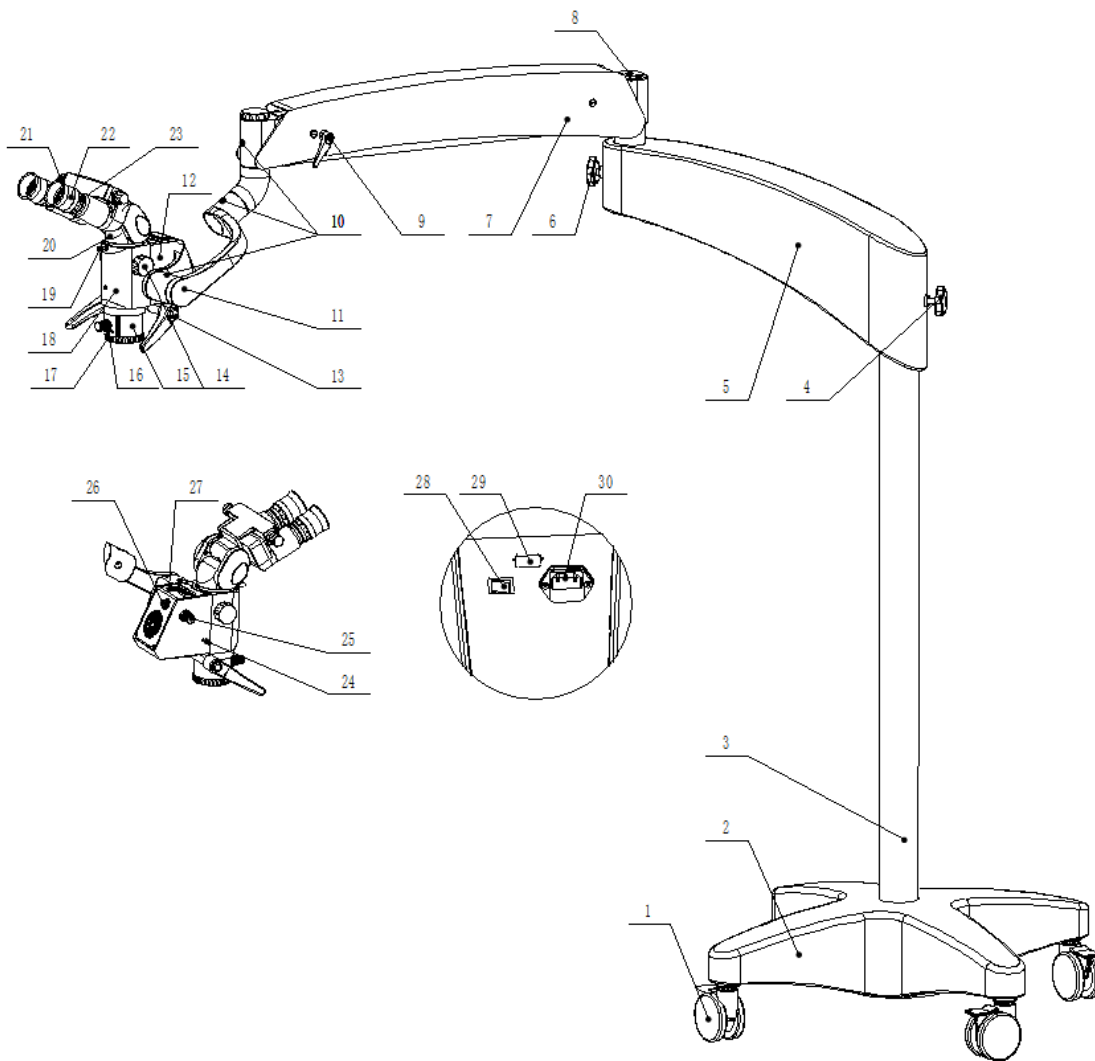

Imagen 1 Gráfica de la estructura del microscopio
- Los detalles del microscopio quirúrgico se muestran en la imagen. 1